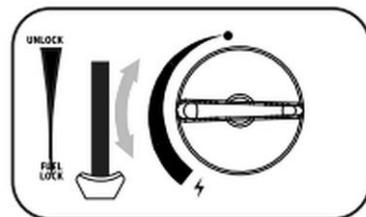

Fig. 10
3. Depois de acender o queimador, o regulador rotativo (17) deve ser regulado na posição necessária. (Fig. 10)